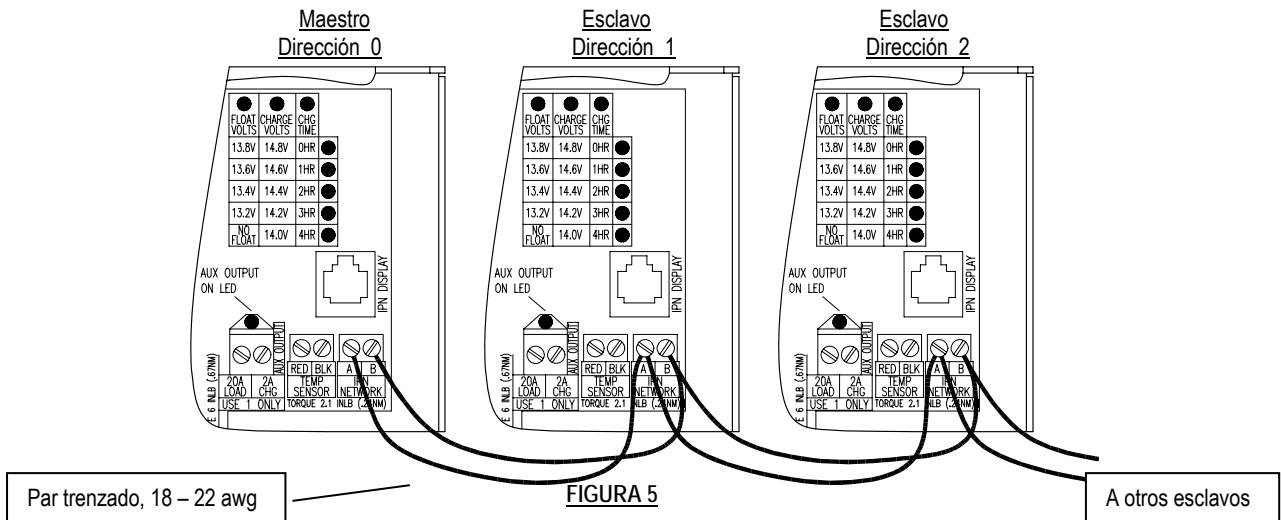

FIGURA 5
Mediante la conexión tipo margarita o “daisy chain” de un par trenzado de cables desde el bloque terminal de la red IPN, se establece un enlace de comunicación entre los controladores, controlador a controlador (A-hasta-A, B-hasta-B) según se muestra en la Figura 5. Pueden conectarse juntos hasta 8 controladores de carga basados en IPN en un sistema de múltiples controladores. La dirección de dispositivo 0 (cero) es la maestra y del 1 al 7 son esclavos. El maestro controla el proceso de carga y dirige las actividades de los esclavos. El sistema de control de carga arrancará en cuanto uno o más controladores reciban alimentación de entrada de los PV.
- 5) Todos los controladores deben ser conectados a la red IPN como se muestra en la Figura 5.